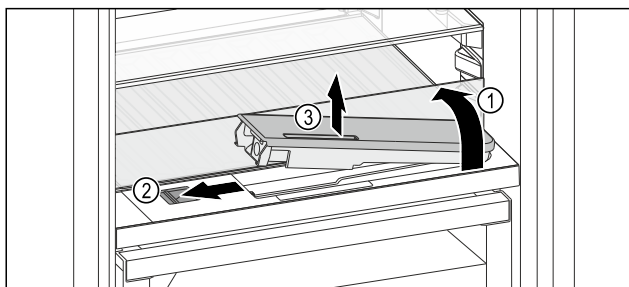

Fig. 223
- Ngrini lart pllakën e xhamit dhe kthejeni për prapa deri në fund Fig. 223 (1).
- Shtyni rrëshqitësen Fig. 223 (2) nga e majta.
- Hiqni depozitën e ujit Fig. 223 (3).